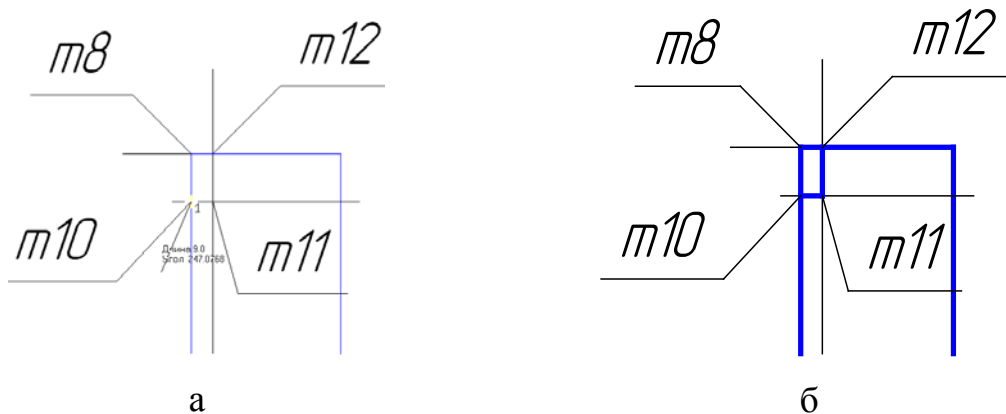
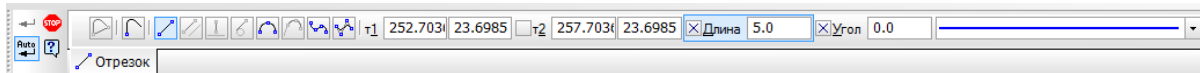

Рис. 125
Рис. 126
5.2. Підвести курсор до m_{10} і клацнути (рис. 125,а).
У полі *Длина* ввести значення 5, у полі *Угол* - 0° (рис. 126).
Після виконання фіксації параметрів курсор автоматично буде встановлено в *m11* (рис. 125,б). Потім підвести курсор до *m12* і клацнути (рис. 125,б). Нажати кнопку *Прервать команду*  *Панели свойств* (рис. 126).